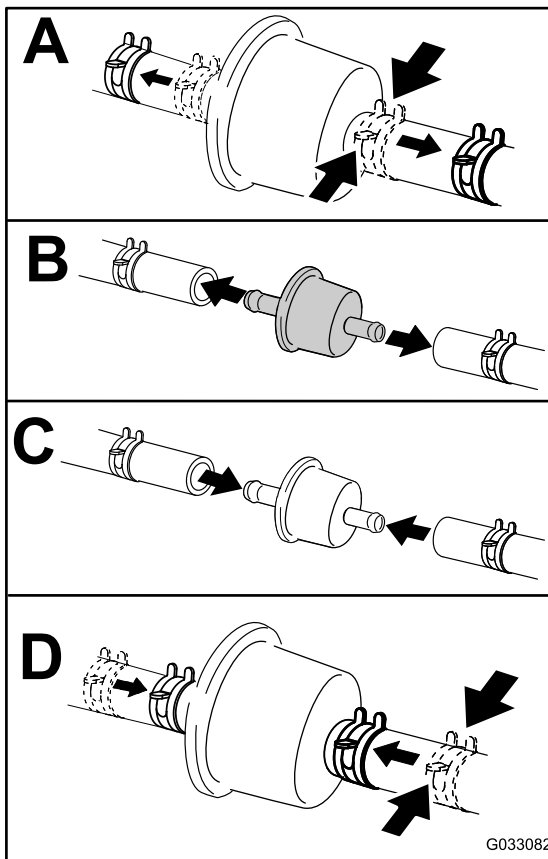

Bild 49
5. Tauschen Sie den Kraftstofffilter aus (Bild 49).